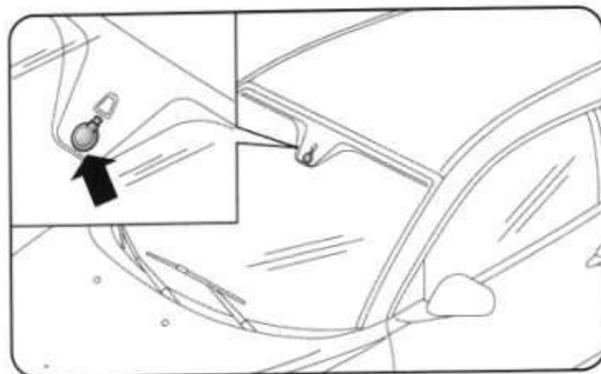

рис. 34
**ДАТЧИК ДОЖДЯ (если имеется) (рис. 34)**